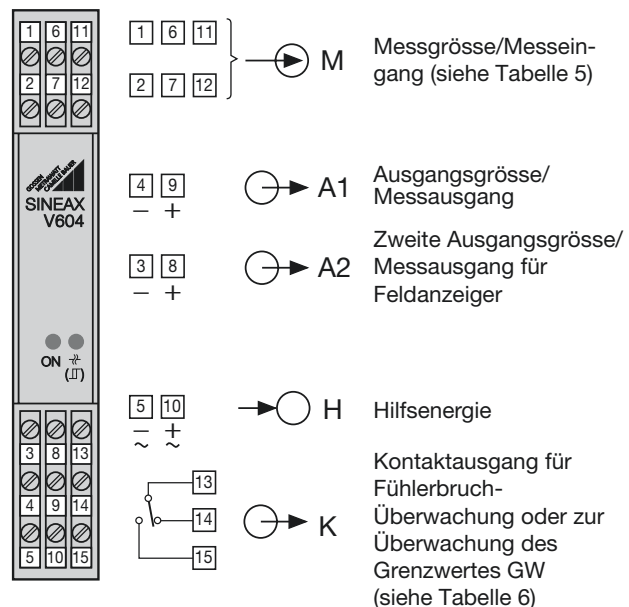

Bild 9. Klemmenbelegung.
Zum Anschliessen der elektrischen Leitungen dienen Schraubklemmen, die gut zugänglich in der Frontpartie des Messumformers untergebracht sind (vgl. Bild 9) und sich für Drahtquerschnitte bis max. 1 × 2,5 mm² eignen.
- ... dass die Daten, die zur Lösung der Messaufgabe erforderlich sind, mit denen auf dem Typenschild des SINEAX V 604 übereinstimmen (→ Messeingang M, → Messausgänge A1 und A2, → Hilfsenergie H und → Kontaktausgang K, siehe Bild 9)!
Ausgangsleitungen von Messausgang A1 an die Klemmen 4 (-) und 9 (+), von Messausgang A2 (Feldanzeiger) an die Klemmen 3 (-) und 8 (+) gemäss Bild 9 anschliessen.
Hilfsenergieleitungen an die Klemmen 5 (\approx) und 10 (\pm) gemäss Bild 9 anschliessen.
Kontaktausgangsleitungen an die Klemmen 13, 14, 15 (siehe Bild 9 bzw. Tab. 6) anschliessen.